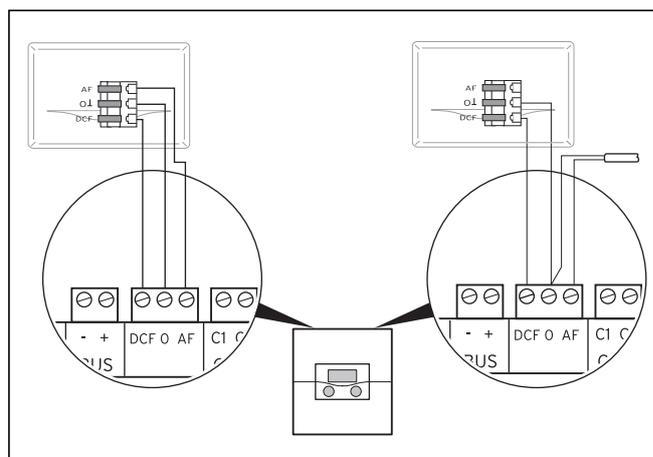

Рис. 5.11 Подключение DCF-приемника
- ▶ Выполните электромонтаж DCF-приемника согласно рис. 5.11.